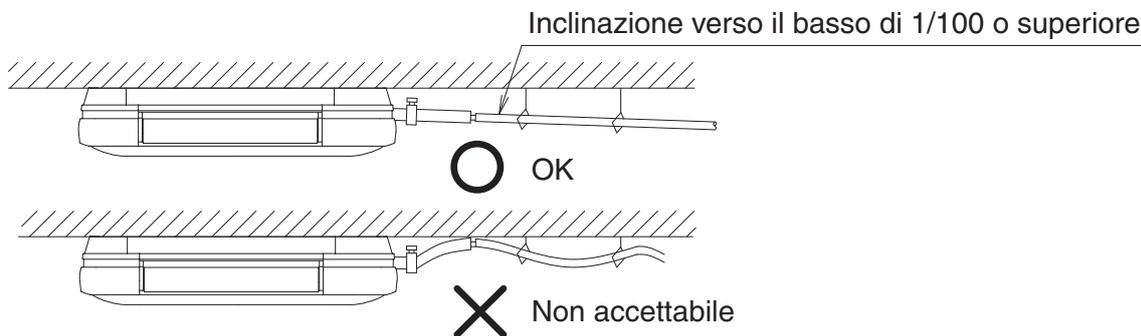

Fig. 28
- Installare la tubatura alla distanza più breve possibile con un'inclinazione verso il basso di 1/100 o superiore e senza lasciare che l'aria possa stagnare. **(Fare riferimento alla Fig. 28)**